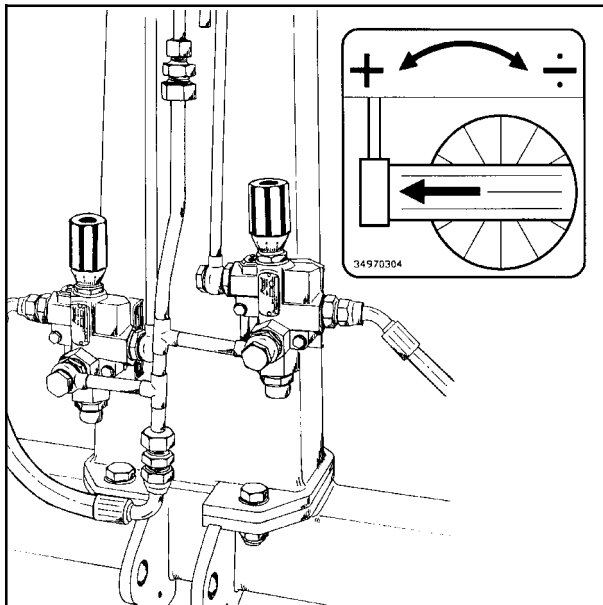

Bild 8-1
- 8.2** Mit dem Ventil, das sich auf der rechten Seite des Halses befindet, die Geschwindigkeit des Wickelarmes einstellen. (Siehe Abb. 8-1)